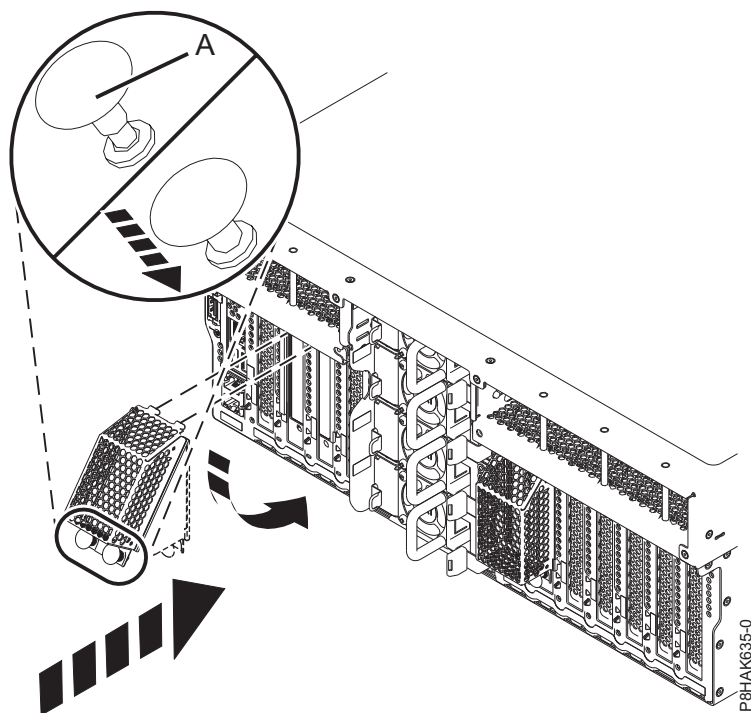

Figura 45. Connexió de l'escut protector a l'adaptador GPU
- a. Si el botó de bloqueig **(A)** encara no està en posició oberta, estireu el botó de bloqueig **(A)** perquè quedi en posició oberta. Consulteu Figura 45 a la pàgina 51.
- c. Pressioneu el botó de bloqueig **(A)** en la direcció que es mostra a la Figura 45 a la pàgina 51 perquè quedi fixat al seu lloc.